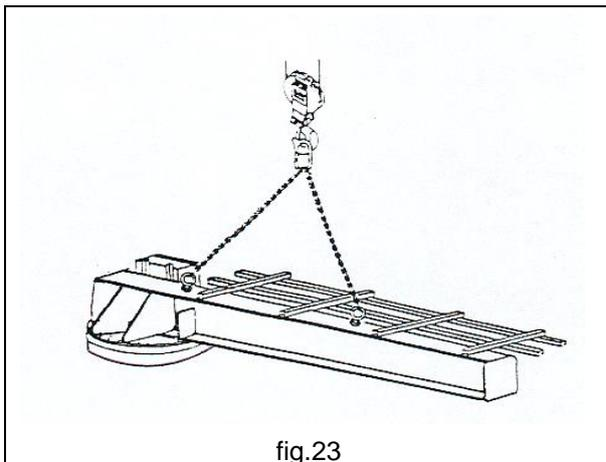

fig.23
3. Elinguer le bras aux points préfixés comme indiqué (fig.23), et le soulever avec les moyens appropriés, c'est-à-dire un pont roulant ou une grue mobile et les élingues correspondantes de capacité et de caractéristiques appropriées par rapport à la masse à manutentionner, en veillant à maintenir la poutre coulissante horizontale par rapport au sol. Veiller à ne pas endommager le tableau de commande électrique, le système d'alimentation électrique à festons (conduits, câbles, etc.) et le motoréducteur de rotation, qui sont généralement déjà montés sur le bras.